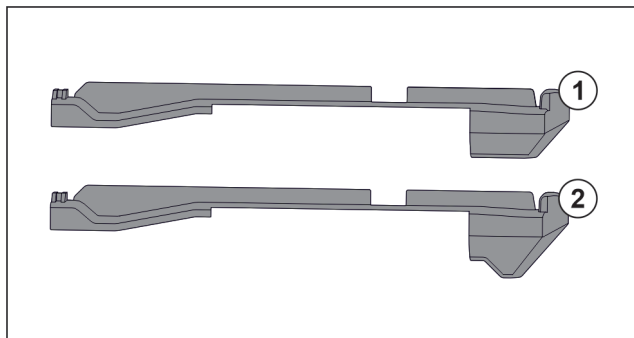

Fig. 54 Porovnanie násuvných dielov
V zariadení sa nachádzajú dva rozdielne násuvné diely. Násuvný diel nad spodnou zásuvkou Fig. 54 (2) má trojuholníkovú hranu. Všetky ostatné násuvné diely Fig. 54 (1) majú rovnú hranu.
- Namontujte násuvný diel Fig. 54 (2) s trojuholníkovou hranou nad spodnú zásuvku.
- Namontujte násuvný diel Fig. 54 (1) s rovnou hranou na všetky ostatné miesta.